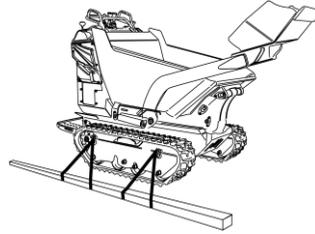

fig. 45 – Points d'ancrage pour le transport
- La fixer solidement au plan du véhicule de transport à l'aide de tirants solides homologués CE, en les reliant toujours aux points indiqués comme en figure 45.